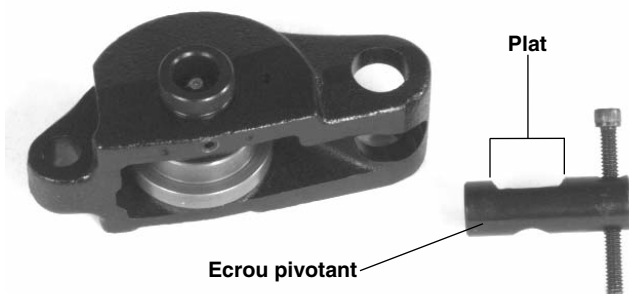

Figure 19 – Orientation de l'écrou pivotant
8. Installez l'écrou pivotant dans la barre d'appui pour tuyaux en cuivre en vérifiant que son plat est orienté vers le haut afin de recevoir la rondelle de butée et la tête de la vis d'avancement (Figure 19).